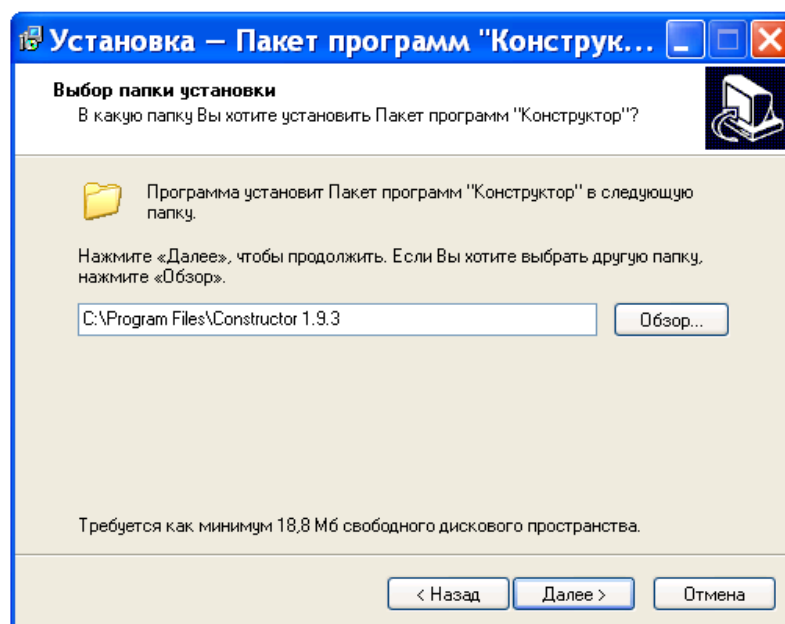
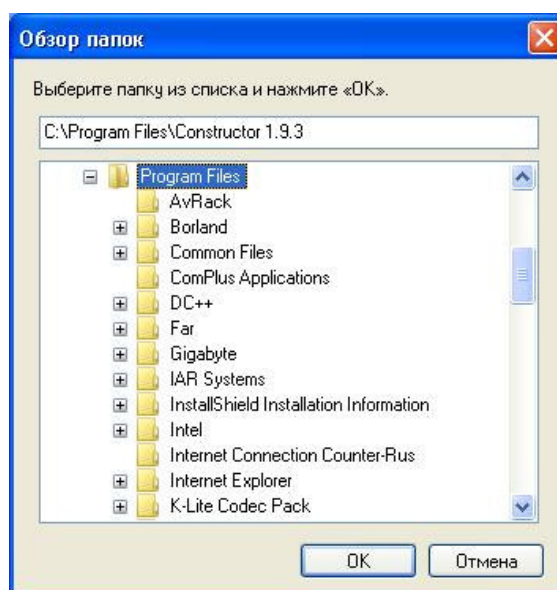

Рисунок 2.4
Рисунок 2.5
2.2.5.4 Далее в окне «Установка - Пакет программ «Конструктор» (рисунок 2.4) предлагается создание каталога «Constructor» с номером соответствующей версии ПО в каталоге «Program Files».
Для изменения названия каталога воспользуйтесь кнопкой «Обзор» и в открывшемся окне (рисунок 2.5) измените название каталога, после чего нажмите кнопку «ОК». На экране вновь появится окно (рисунок 2.4), где будет указан новый выбранный путь. Нажатием кнопки «Далее» перейдите к следующему этапу.